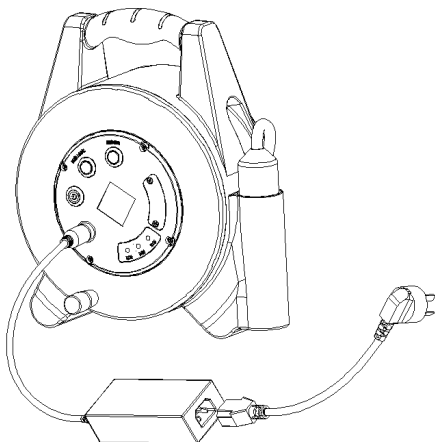

图11 标定位外部供电示意图
- 按照图11所示，将12V电源适配器输出端连接到设备电源输入接口。
- 按照图11所示，将三脚电源线一端接入电源适配器，另一端插入220V AC电源插座，且确保插座能提供1.5A以上的电流。